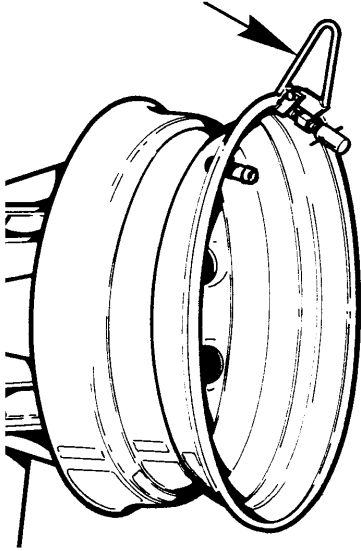

Fig.24
1. Graisser abondamment toute la surface intérieure de la jante et les talons du pneu. Fixer l'étau de montage (Fig. 24) au bord extérieur de la jante avec la valve à 11 heures et l'étau à 12 heures.